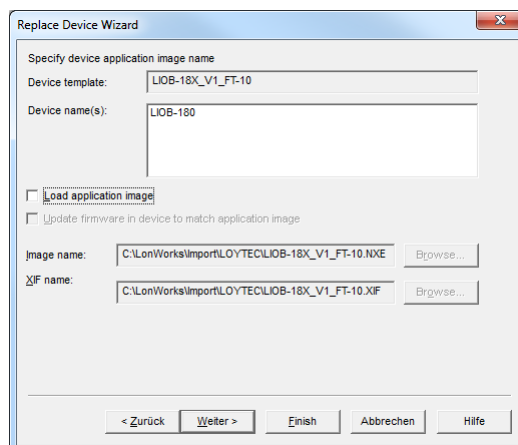

Abbildung 101: Klicken Sie auf Next, ohne ein Anwendungsabbild (application image) zu laden
4. Im darauf folgenden Fenster klicken Sie auf **Next**, siehe Abbildung 101.